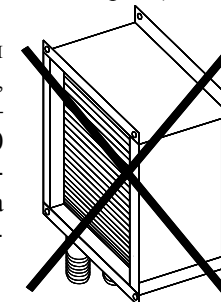

Рисунок 2
- При подключении трубопроводов теплоносителя возможно использование двух схем (см. рис. 2):